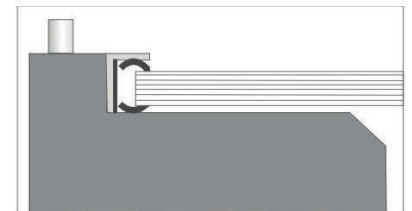

Abb. 5
- ▲ Geben Sie nun den Binderücken samt dem Dokument in die Schließe und stellen Sie sicher, dass die Drahtspirale an dem Magneten haftet (siehe Abb. 5)